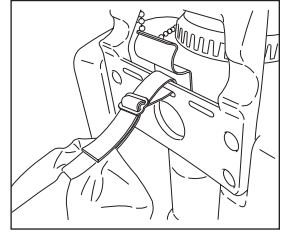

Figura 2.
2. Instale la correa individual de las correas para hombros a través de la ranura central de la manija de manipulación. Jale la correa sobre la barra y asegúrela a través de la hebilla. **Ver la Figura 2.**